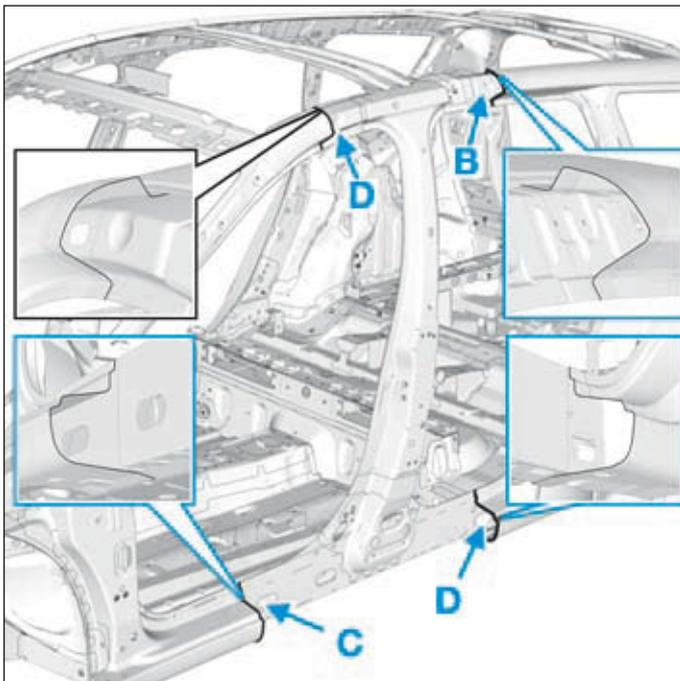

FIG.71
- Tenir compte du détail de coupe (Fig.71).